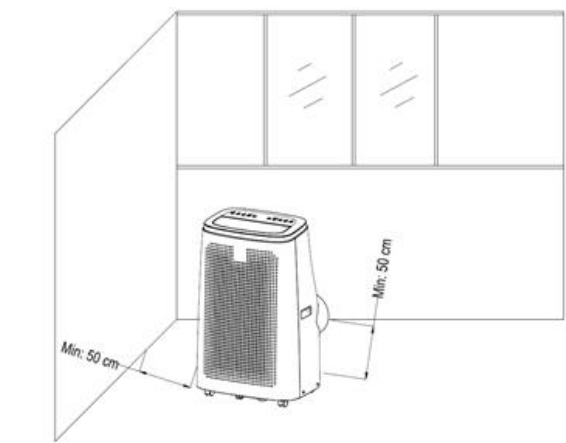

Figure 4
1) Déplacez le climatiseur avec le tuyau d'évacuation de chaleur et les dispositifs déjà connectés devant la fenêtre, tout en veillant à garder une distance de plus de 50 cm entre la machine et les murs ou autres objets. (voir Figure 4)